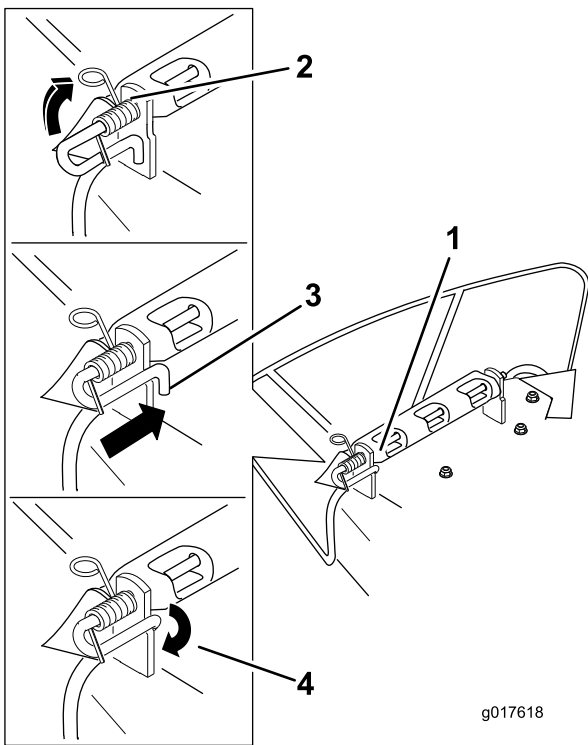

Figure 63
4. Soulevez le côté avec la boucle du ressort et placez-le dans le cran du support de déflecteur (Figure 63).
5. Fixez l'ensemble tige et ressort en le tournant de sorte à pouvoir placer l'extrémité courte de la tige derrière le support avant soudé au tablier de coupe (Figure 63).